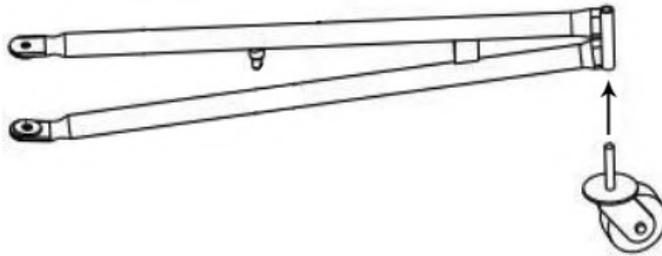

Figure 12
- Fixez les roues pivotantes sur les trois pieds comme indiqué à la Fig. 12.
- Fixez l'assemblage de la roue à l'assemblage du cadre avec la rondelle $\varnothing 10$ et les vis M10x20 comme indiqué dans la Fig. 12.